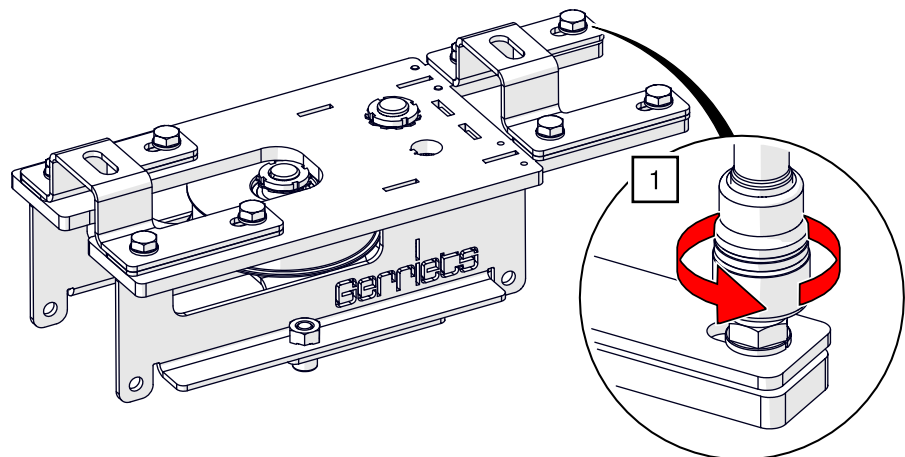

Abb. 69: BELT-TRACK Umlenkeinheit – Schrauben an Klemmplatte lösen
1. Lösen Sie die Schrauben an der Klemmplatte auf der Seite der vormontierten Führungsrollen (siehe Abb. 69).